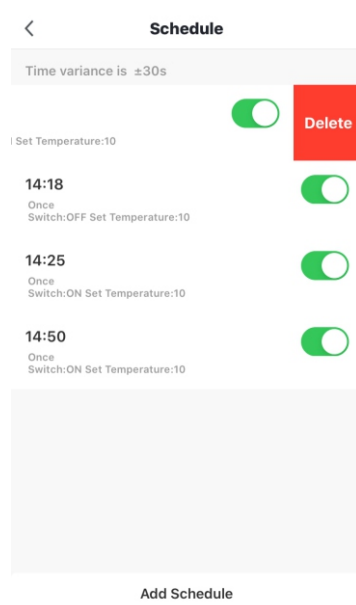

Imagen13
- C) Pulse el botón «Guardar» en la esquina superior derecha para guardar esta configuración durante el funcionamiento del temporizador semanal «parar o iniciar», tal y como se muestra en la imagen 13.